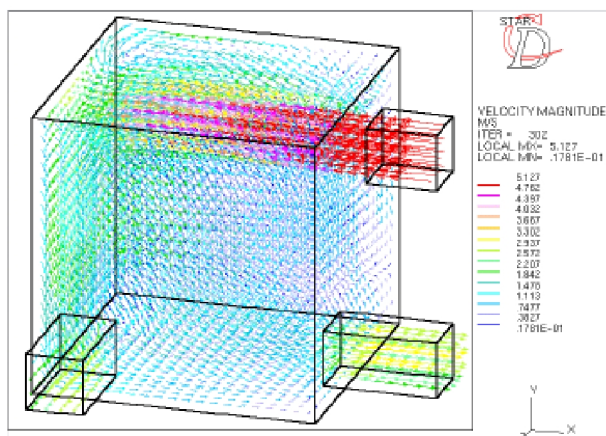

Рис. 9.7. Векторное поле скоростей на поверхности сеточной модели
- Маршрут **Plot>Type>Ehidden** заметьте, что стрелки скорости расцветаются на экране в полном соответствии с абсолютными значениями скорости (рис. 9.7, 9.8).